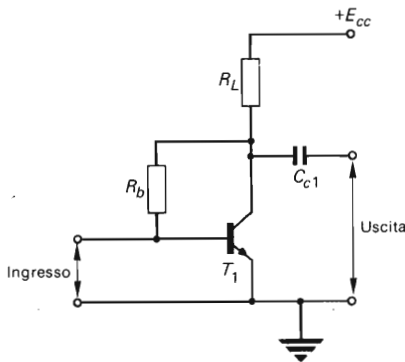

Fig. 6.6 - Polarizzazione mediante resistore fra collettore e base per un transistoro connesso ad emettitore comune.
(2) Una configurazione più efficiente nei confronti della stabilità del circuito è mostrata in Fig. 6.6: il resistore di polarizzazione  $R_b$  è collegato fra i terminali di collettore e base del transistoro. La corrente di polarizzazione di base è data dall'espressione: